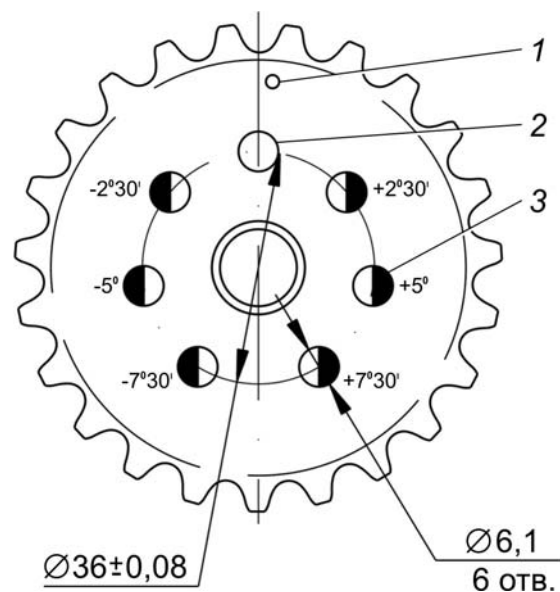

Рис. 3.1.40. Звездочка распределительного вала с дополнительными отверстиями: 1 - метка; 2 - заводское отверстие; 3 - дополнительные отверстия.
5. По установленному на звездочку кондуктору (рис. 3.1.37) в каждой звездочке просверлить шесть дополнительных отверстий 3 (рис. 3.1.40) $\varnothing 6,1$ мм с угловыми смещениями $2^{\circ} 30'$, $5^{\circ} 00'$ и $7^{\circ} 30'$ от номинального положения заводского отверстия 2, расположенного по оси симметрии одной из впадин зубьев звездочки. При этом три дополнительных отверстия, смещенные от оси симметрии впадины зубьев по часовой стрелке, плюсовые, три других, смещенные против часовой стрелки, - минусовые, если смотреть на звездочку со стороны метки 1.